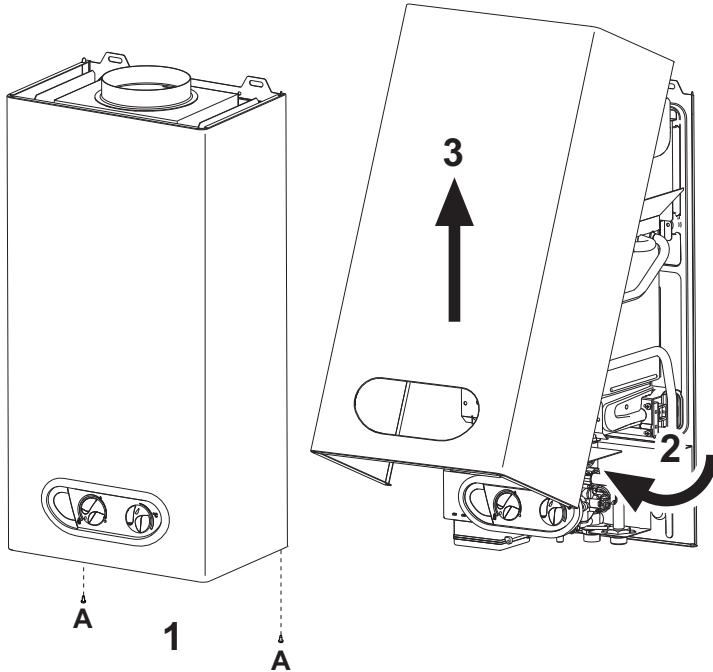

fig. 11 - Abertura do painel frontal
1. Desaparafuse os dois parafusos A (consulte fig. 11).